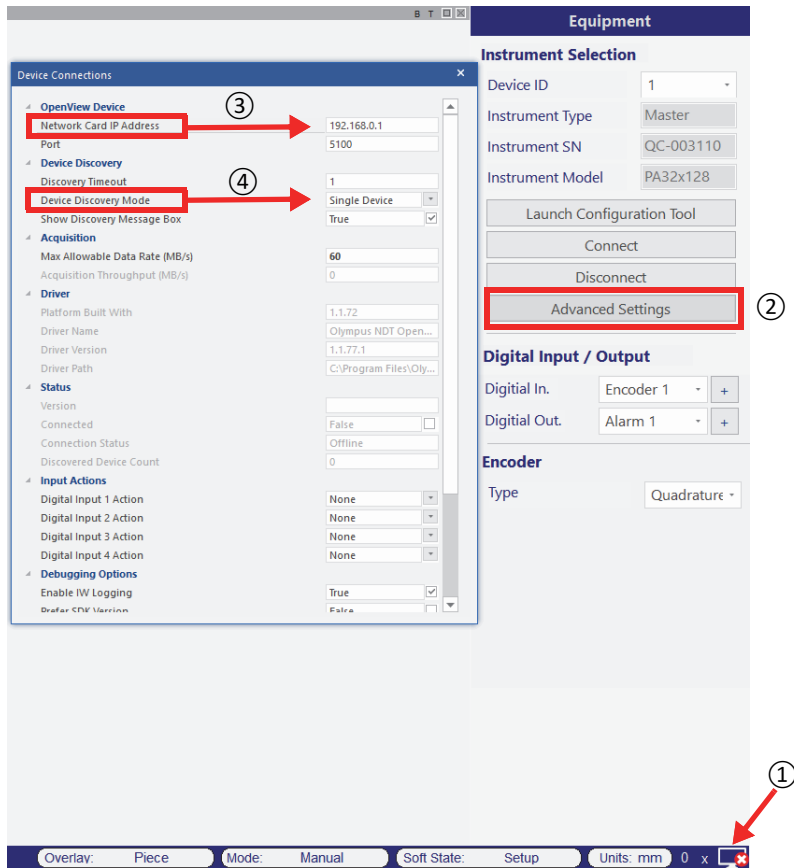

图 7-4 WeldSight中的配置
- f) 在您的PC机上，打开WeldSight ()，并双击屏幕右下角的PC机图标 () (参见第77页的图 7-4)。点击**Advanced Settings** (高级设置)，并确保：